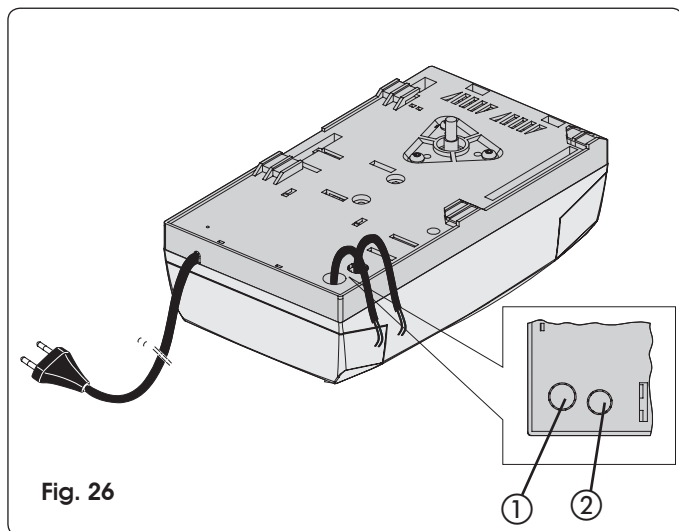

Fig. 26
- Per il collegamento dei comandi esterni, delle sicurezze e delle segnalazioni, sfondare la prefabbricazione (Fig. 26 rif. ①).
- Per il collegamento della costa di sicurezza, (vedere par. 18.3.), sfondare la prefabbricazione (Fig. 26 rif. ②).